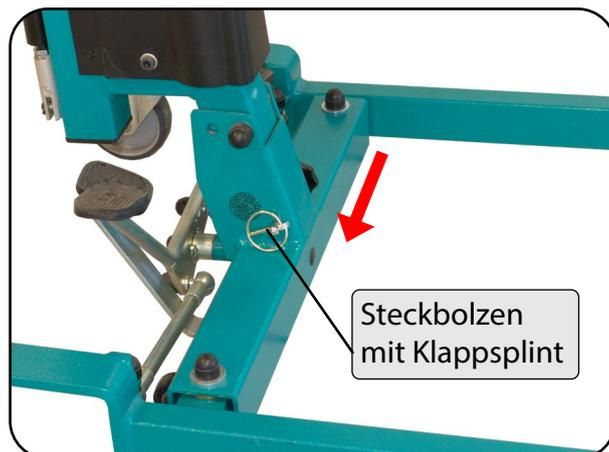

Abbildung 11
4. Stecken Sie den Steckbolzen in die Standmastaufnahme ein, damit der Standmast arretiert ist und sichern Sie ihn mit dem Klappsplint (Abbildung 11).